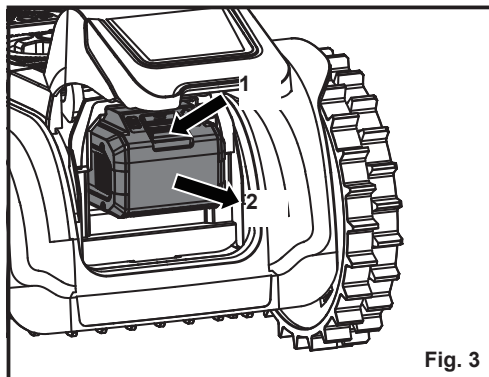

Fig. 3
2. Mantenga presionado el botón de liberación del paquete de baterías (1), sujete firmemente el paquete de baterías y extráigalo (2) del compartimento de las baterías (Fig. 3).